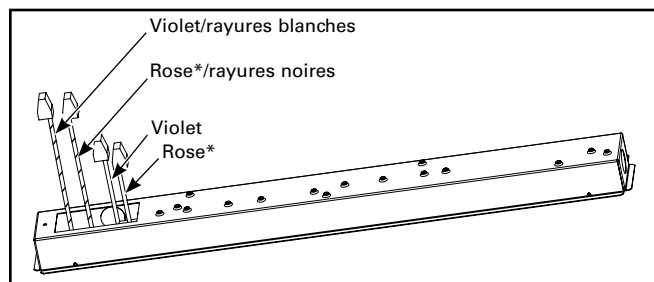

Figure 2.
- 2a. Pour un luminaire sans capteur intégré, repérez quatre fils de commande dotés d'écrous capuchons (violet, gris, rayures violet/blanc et rayures rose*/noir). (Figure 2.)
3. Utiliser les écrous capuchons fournis pour raccorder les fils d'entrée violets et rose* de 0 à 10 V de la gradation aux fils violets et rose* correspondants du luminaire. (Figure 2.)
4. Utiliser les écrous capuchons fournis pour connecter les fils d'entrée de 0 à 10 V de la TC aux fils violets/rayures blanches et rose*/rayures noires du luminaire. (Figures 2 et 3.)